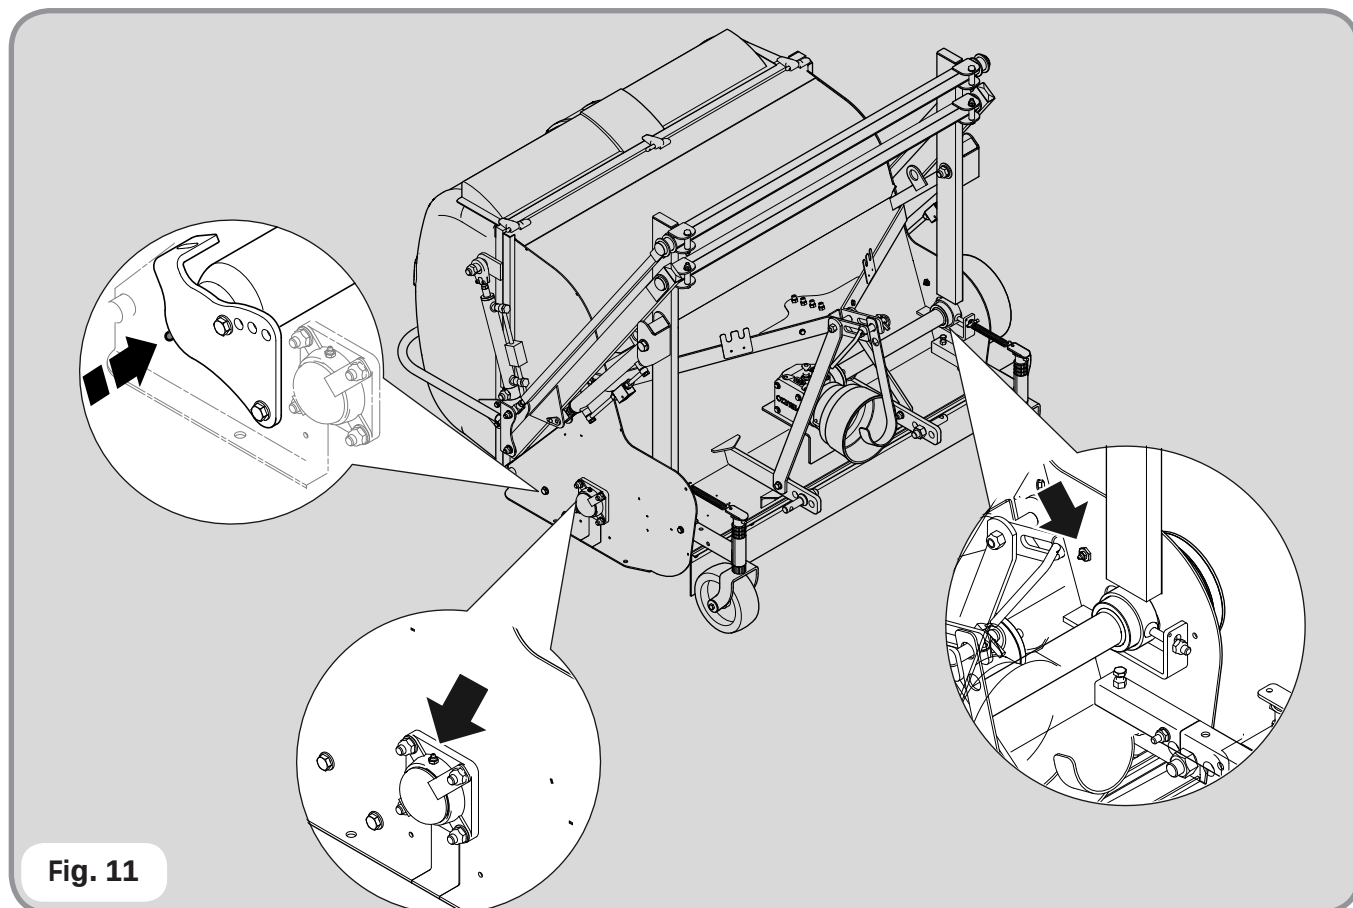

Fig. 11
- Rotorlager schmieren **e del rullo**. Siehe **Abb. 11**
- Graisser les supports du rotor et du rouleau. Voir **fig. 11**.
- Grease the rotor supports and of the roller. See **fig. 11**.
- Ingrassare i supporti del rotore e del rullo. Vedi fig. 11.